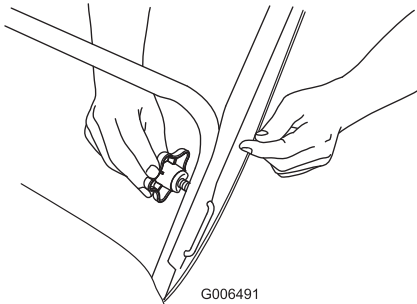

Figure 5
2. Insérez le dispositif de blocage en U dans le trou libre du guidon et serrez fermement les boutons du guidon (Figure 5).